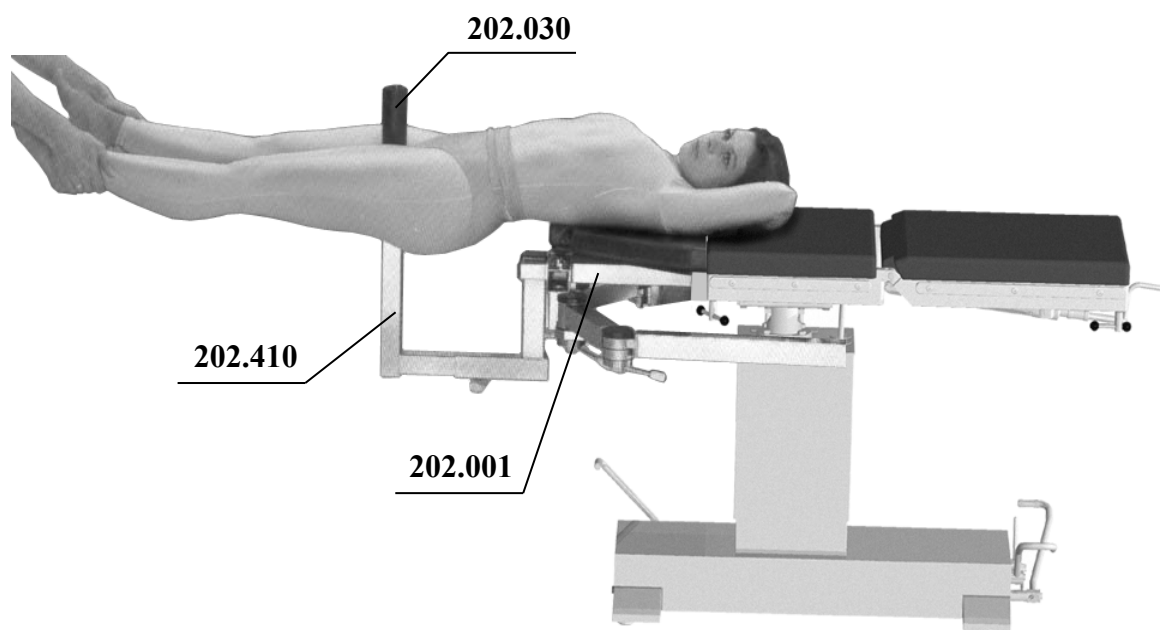

**Рисунок 3. Вариант использования приспособлений комплекта (наложение гипсовой повязки на тазовую область).**
**9.3 Послеоперационное наложение гипсовой повязки на тазовую область с применением устройства для наложения гипса (Рисунок 3).**